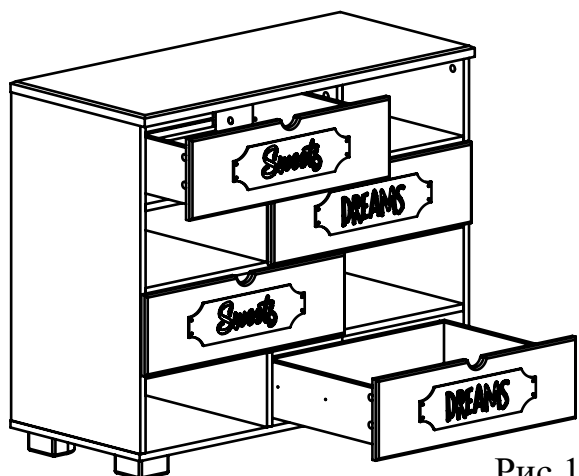

Рис.11
8. Установите ящики в корпус комода (Рис. 11).